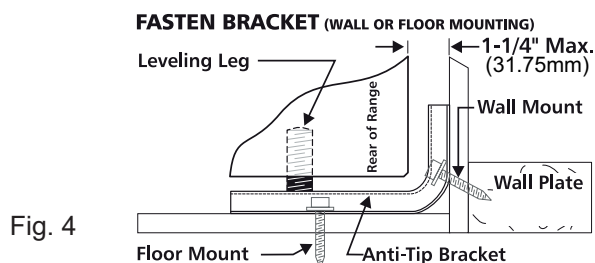
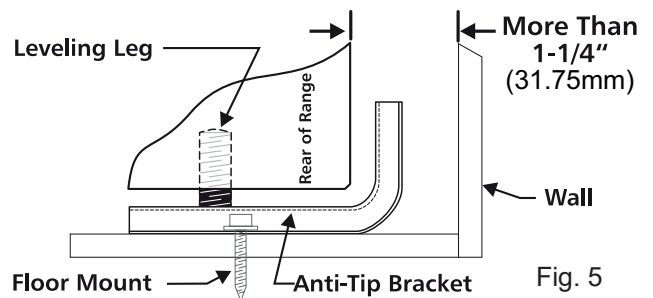

Fig. 4
Fig. 5
- a. **Ubicación del soporte utilizando la plantilla** - (El soporte puede ser ubicado ya sea en el lado izquierdo o derecho de la estufa. Refer to Figs. 4, 5, & 7 to position the bracket if template is not available).
Marque el piso o la pared donde se colocará el costado izquierdo o derecho de la estufa. Si la parte trasera de la estufa será colocada contra la pared o a no más de 1-1/4" de la pared cuando ya esté instalada, usted puede usar el método de instalación en el piso o en la pared. Si tiene moldura instalada y ésta no permite que el soporte quede a ras contra la pared, retire la moldura o instale el soporte en el piso. Para el montaje en la pared (Fig. 4), ubique la plantilla colocando el borde trasero de la plantilla contra la pared trasera y el borde lateral de la plantilla en la marca hecha indicando el costado de la estufa. Coloque el soporte sobre la plantilla y marque la ubicación de los agujeros de los tornillos en la pared. Si la parte trasera de la estufa está a más de 1-1/4" de la pared cuando ya está instalada, instale el soporte en el piso. (See Fig. 5).